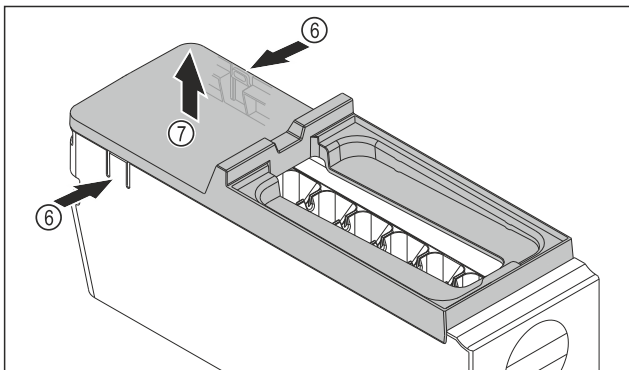

Fig. 43
- ▶ Abdeckung des EasyTwist-Ice-Korpus entnehmen: Laschen Fig. 43 (6) an den beiden Seiten des EasyTwist-Ice-Korpus mit einer Hand drücken.
- ▶ Abdeckung Fig. 43 (7) mit der anderen Hand nach oben entnehmen.